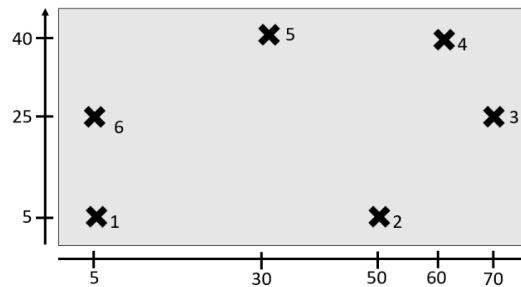

Abbildung 1: Layout mit Koordinaten (Längeneinheiten) der Halle (graue Fläche) und Maschinen (nummerierte Kreuze)
Die Koordinaten bzw. Anordnung der einzelnen Maschinen (nummerierte Kreuze) in einem Hallenlayout (graue Fläche) kann Abbildung 1 entnommen werden. Die gesamte Fläche ist befahrbar und es befinden sich keine statischen oder dynamischen Hindernisse im Layout.
Tabelle 1: Transporte zwischen den einzelnen Maschinen (vgl. Abbildung 1); Beispiel aus Zeile eins links: Von Maschine 1 nach Maschine 2 muss insgesamt 1 Gut transportiert werden.
- Die Maschinen sind dimensionslos, d. h. die Fahrzeuge fahren exakt zu den angegebenen Koordinaten der Maschinen (siehe Abbildung 1), um ein Transportgut aufzunehmen oder abzugeben.